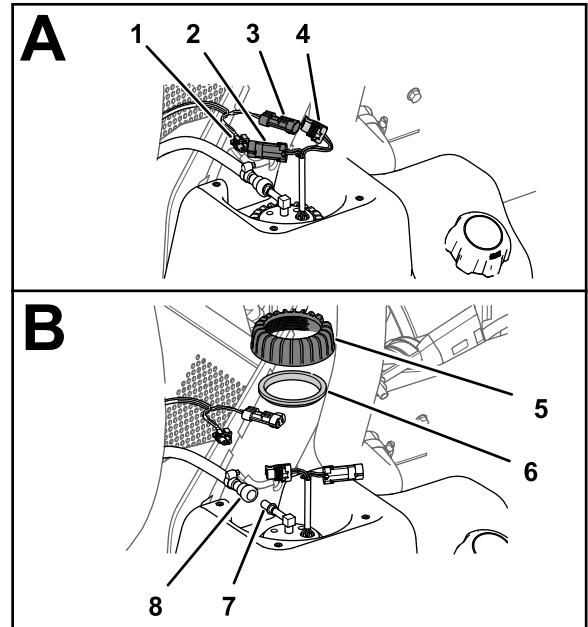

Figura 86
1. Desligue o conector de 2 bornes da cablagem da máquina do pino de 2 conectores da bomba de combustível/unidade de envio; desligue o pino de 2 conectores da cablagem da máquina do conector de 2 bornes da bomba de combustível/unidade de envio (Figura 86).
2. Deslize o acoplamento de travamento do acoplamento do tubo de combustível do encaixe da bomba de combustível/unidade de envio e retire o acoplamento e tubo do encaixe (Figura 86).
3. Rode a porca da bomba de combustível/unidade de envio no sentido anti-horário e retire a porca e o vedante (Figura 86).